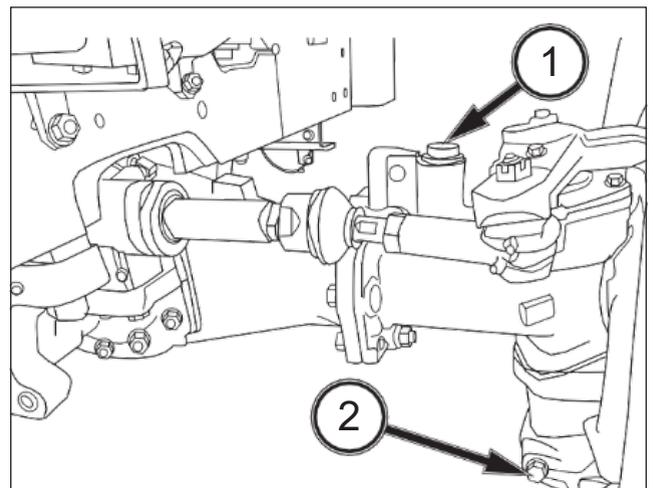

FIG. 104
FIG. 104: Para comprobar el nivel de aceite. Aparque el tractor en un terreno plano y retire el tapón de nivel de aceite (1). Compruebe que el nivel de aceite está a la mitad del árbol de accionamiento. Si fuese necesario, llene el aceite desde el orificio de llenado.